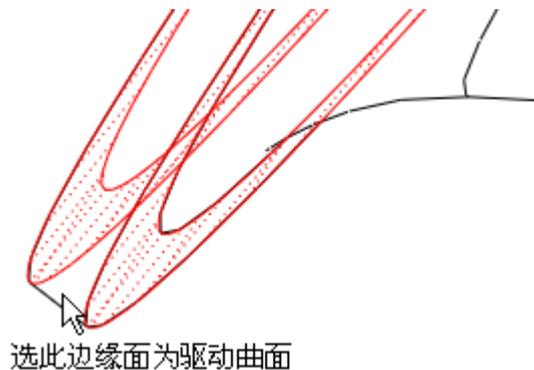

图 56-14
- (3) 单击【设置】按钮，打开【设置】面板，单击【完全倒圆角】按钮，在模型中选择与内外侧曲面相连的曲面为“驱动曲面”，如图 56-14 所示。